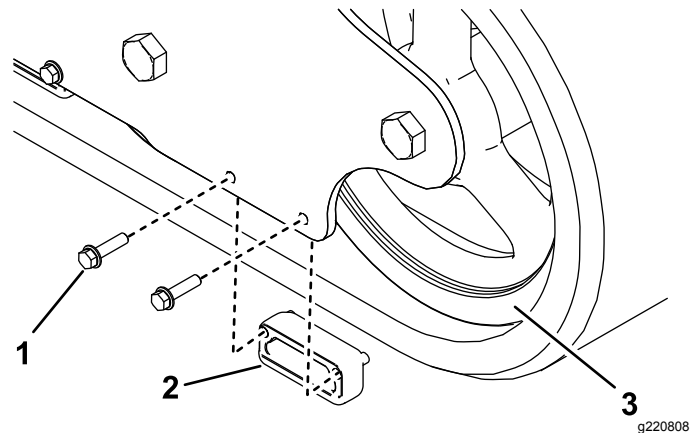

Bild 1
1. Entfernen Sie die zwei vorhandenen Schrauben und den äußeren Verschleißblock (**Bild 1**).